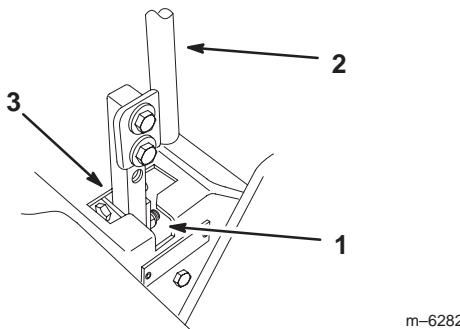

Figure 52
5. Vérifiez la position du levier par rapport au cran de la console (Fig. 52). Il doit être centré de façon à pouvoir pivoter vers l'extérieur jusqu'à la position de verrouillage du point mort.
7. Appliquez une légère pression à l'arrière du levier, tournez la tête du boulon de réglage dans le sens voulu pour centrer le levier à la position de verrouillage du point mort (Fig. 52).